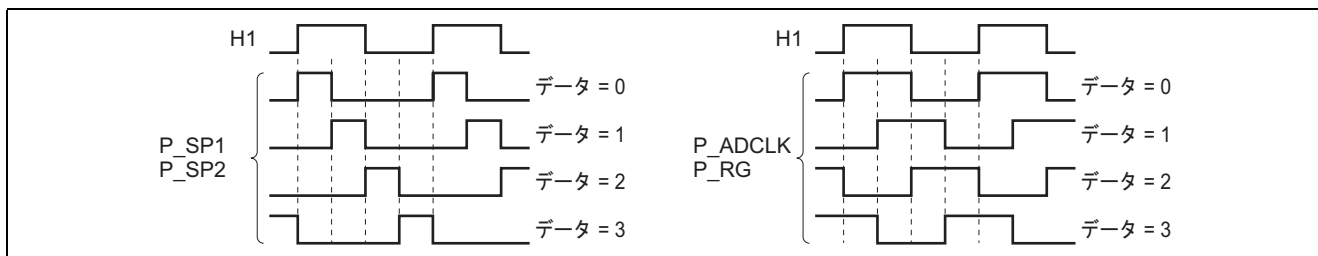

図 13 2 分周モード, 1/4 位相選択 (アドレス H'F8 の D15 = 0 の時有効)
- (1) 2 分周モード選択時(アドレス H'F8 の D15 = 0)は図 13 の中から 1/4 位相を、